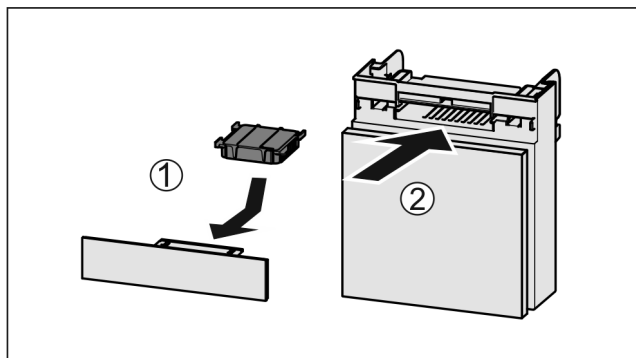

Fig. 119
- ▶ Inserire il vano Fig. 119 (2).